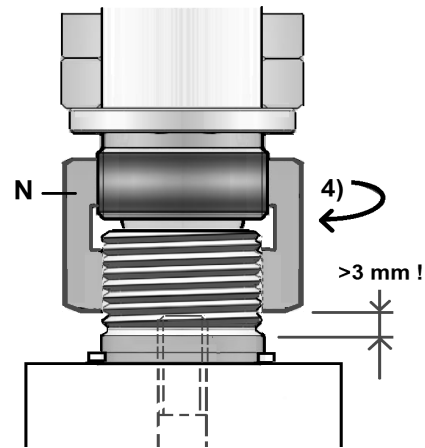

Fig 14
4) Nun die Differentialmutter (N) mit dem gelieferten Schlüssel (S) festziehen (Fig 14&15)